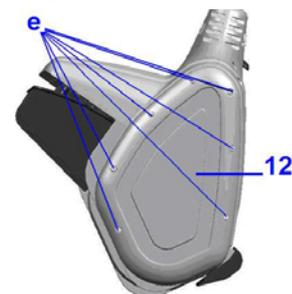

Fig.10
1. [Fig.10] Enlevez les vis (e) du couvercle du compartiment de la courroie (12).